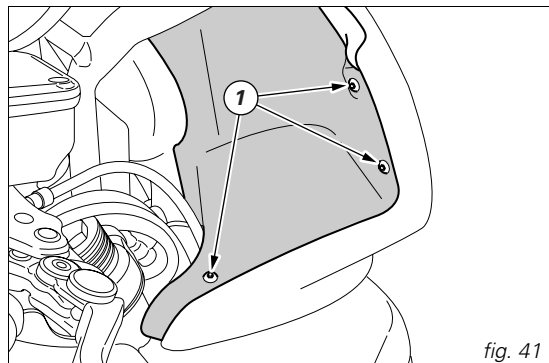

fig. 41
Svitare sui due lati del cupolino le sei viti (1) di fissaggio della plancia interna, quindi rimuoverla sfilandola verso l'alto (fig. 41).